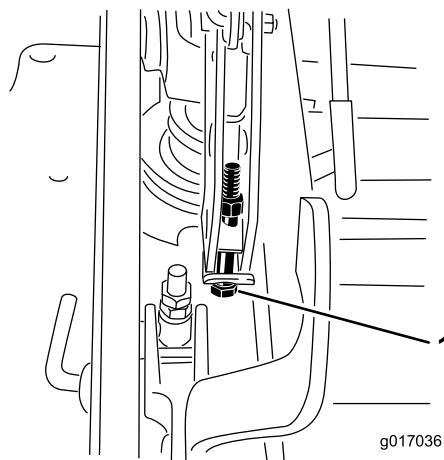

Figure 120
12. Si le tablier est trop bas, serrez le boulon de réglage monopoint dans le sens horaire. Si le tablier est trop haut, desserrez le boulon de réglage monopoint dans le sens antihoraire (Figure 120).